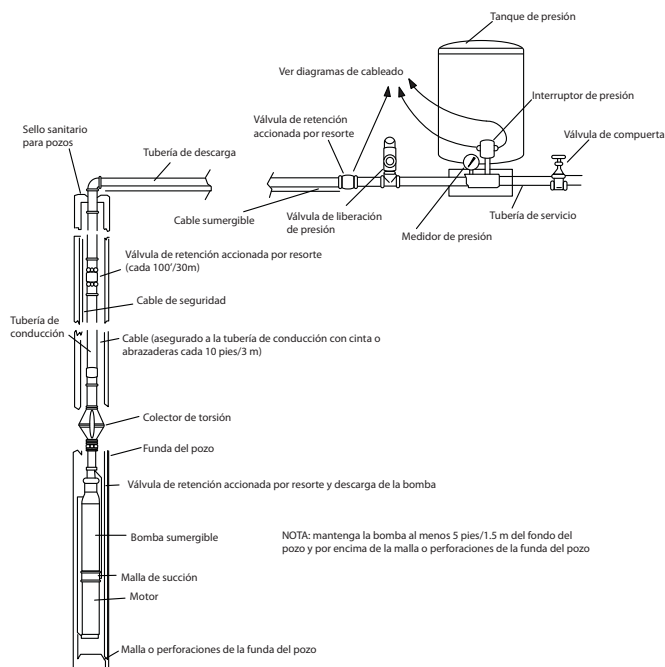

Figura 1
2. Instale la bomba y los componentes adecuados para la prueba como se muestra en la figura 1.
- Un colector de torsión justo por encima de la bomba para evitar el desgaste del cable cuando la bomba y la tubería giren durante el ciclo de arranque y parada. (Vea la figura 1.)
La figura 1 ilustra una instalación de pozo típica mostrando los componentes dentro del suelo. Cumpla los siguientes pasos cuando instale la bomba y la tubería de conducción:
La figura 1 ilustra una instalación de pozo típica mostrando los componentes encima del suelo. Consulte la figura 1 y los pasos siguientes cuando instale la tubería de descarga.